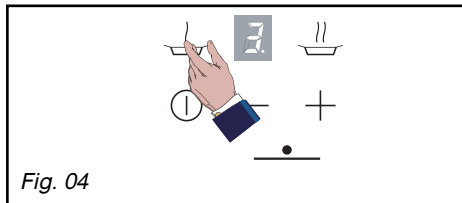

Fig. 04
– Seules les tables de cuisson avec le brûleur "forte puissance" sont équipées d'une grille support spécifique type "wok". Cette grille permet d'utiliser les récipients à fond concave. Associée au brûleur "forte puissance", elle favorise la meilleure répartition des flammes autour des grands récipients tels que les woks (Fig. 04).
- Un appui sur  sélectionne la position  (Fig. 04).